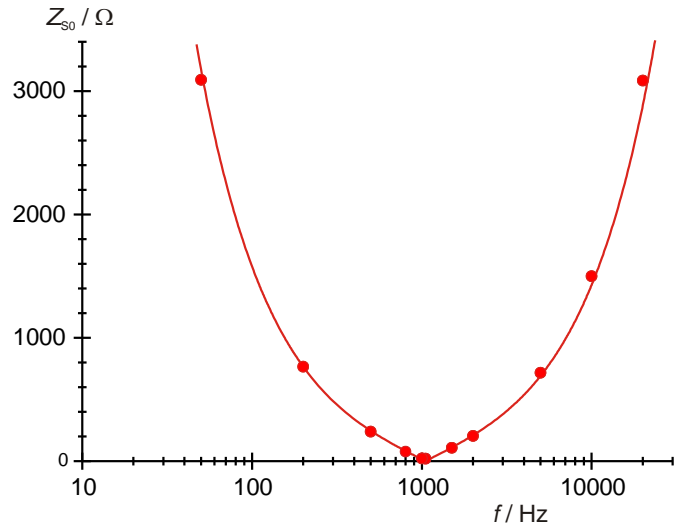
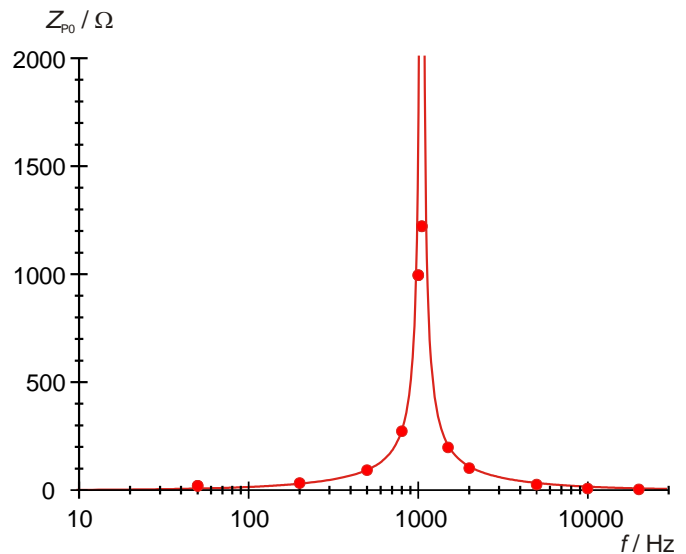

Fig. 4: Résistance de courant alternatif du circuit série en fonction de la fréquence
Fig. 5: Résistance de courant alternatif du circuit parallèle en fonction de la fréquence.
- Représenter dans un graphique les valeurs  $Z_{0S}$  et  $Z_{0P}$  de la résistance totale pour les circuits série et parallèle en fonction de la fréquence  $f$  (Fig. 4, Fig. 5).
- Calculer les valeurs  $Z_{0S}$  et  $Z_{0P}$  des résistances totales pour les circuits série et parallèle à l'aide des équations (3) et (4) et les tracer sous forme de lignes continues dans les Fig. 4 et Fig. 5.
Les courbes de résonance mesurées (Fig. 4, Fig. 5) confirment la courbe théorique attendue (lignes continues). Les grands écarts des valeurs des résistances totales au niveau de la fréquence de résonance s'expliquent par la part ohmique de la résistance de la bobine.